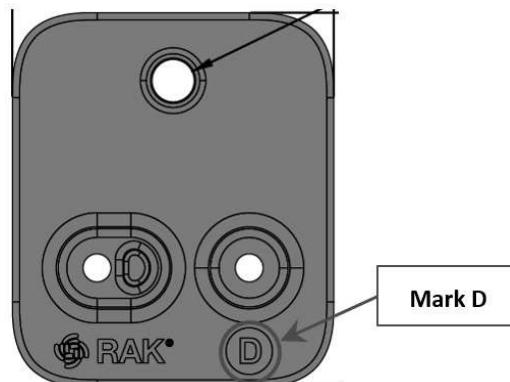

Abbildung 20: Mit dem Buchstaben D gekennzeichnetes Befestigungszubehör
1. Für die Wandmontage verwenden Sie zwei (2) Befestigungselemente mit einer Markierung mit dem Buchstaben D gekennzeichnet sind, wie in Abbildung 20 dargestellt.